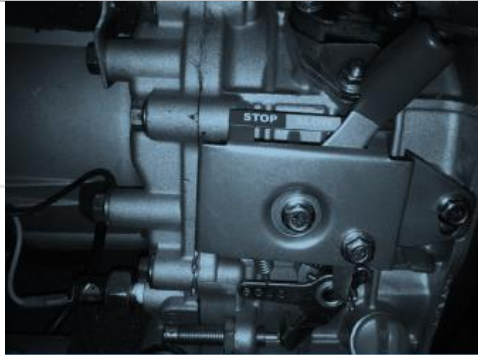

Рисунок 6. Важіль режиму паливного насоса.
2. Відкрийте паливний кран - перемістіть рукоятку паливного крана (див. поз.17, рис.1, рис. 6) у положення «Пуск» («ON»). Переконайтеся, що важіль режиму паливного насоса знаходиться у положенні «Пуск» («Run»).
2. Відкрийте паливний кран: поверніть рукоятку паливного крана у положення «Відкрито» («OPEN»). Переконайтеся, що важіль режиму паливного насоса знаходиться у положенні «Пуск» («Run») (рис. 6,7).